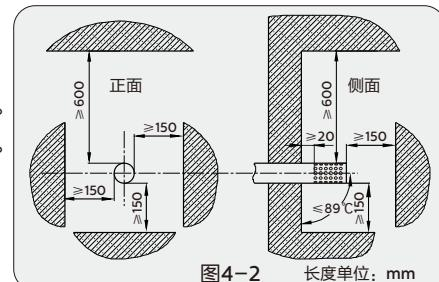

图4-2 长度单位：mm
8、排烟口出口必须设置在室外。热水器使用时，排气管出口可能有冷凝水滴落，安装时应注意不要影响他人。排气管出口距周围物体的间距如图4-2所示。